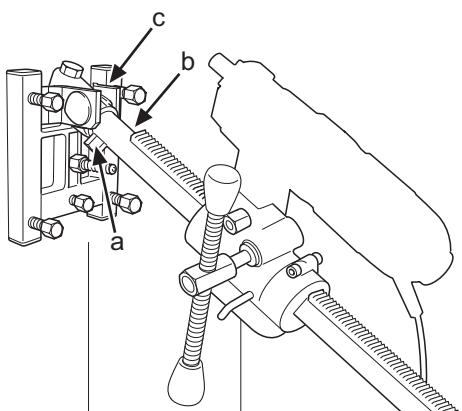

Fig. 12
2. Fissare la colonna di foratura all'attacco angolare della piattaforma. Avvitare le due viti di bloccaggio (a e b) con la chiave da 24 mm (fig. 12). Girare l'alloggiamento alimentatore di 180° e reinstallarlo sulla colonna di foratura. Reinstallare la foratrice nell'attacco rapido. Regolare l'angolo di foratura desiderato agendo sul dado (c) (fig. 12) con la chiave da 30 mm.
2. Die Bohrsäule wird auf die Winkelbefestigung der Sohlenplatte montiert. Die beiden Sicherungsschrauben (a und b) mit einem 24-mm-Schraubenschlüssel festziehen. (Abb. 12). Der Bohrwagen wird um 180° gedreht und wieder auf die Bohrsäule gesetzt. Die Bohrmaschine wird wieder in die Schnellkupplung montiert. Den gewünschten Bohrwinkel mit der Mutter (c) mit einem 30-mm-Schraubenschlüssel einstellen (Abb. 12).
2. Le pilier de forage se monte sur la fixation angulaire du piétement. Vissez les deux vis de blocage (a et b) à l'aide d'une clé de 24 mm. (Fig.12). Le carter d'alimentation est pivoté de 180° et remonté sur le pilier de forage. La foreuse peut être remontée dans la fixation rapide. Régler l'angle de forage souhaité à l'aide de l'écrou (c) (Fig.12) à l'aide d'une clé de 30 mm.
2. De boorkolom wordt op de hoeksteun van de bodemplaat gemonteerd. Zet de twee borgschroeven (a en b) met een 24 mm sleutel vast. (Fig.12). Het toevoerhuis wordt 180° gedraaid en weer op de boorkolom vastgezet. De boormachine wordt weer in de snelbevestiging gezet.
3. Stel de gewenste boorhoek in met moer (c) (Fig.12) met een 30 mm sleutel.